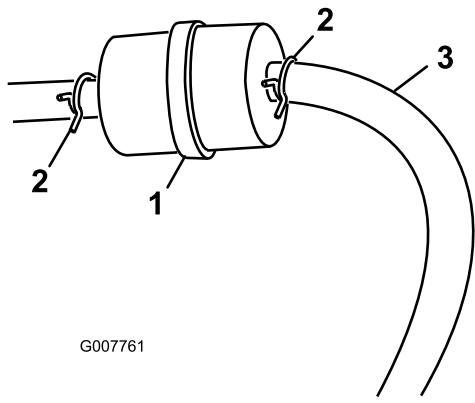

図 30
3. 古いフィルタのクランプをゆるめて脇に寄せる(図 30)。
5. 新しいフィルタをホースに取り付け、クランプで固定する（図 30）。
3. 燃料フィルタについているクランプをゆるめ、フィルタからはずす（図 30）。
4. 燃料フィルタから燃料ホースを抜き取る（図 30）。
注 落ちてくるガソリンをガソリン容器または廃油受けに受ける（図 30）。
5. フィルタに燃料ホースをつなぎ、クランプで固定する（図 30）。